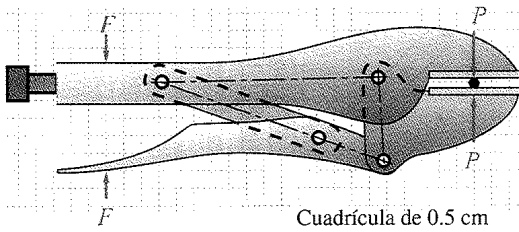

FIGURA P6-21 Problema 6-58
*6-58 La figura P6-21 (p. 228) muestra unas pinzas de presión. Calcule su ventaja mecánica en la posición mostrada. Dibuje a escala el diagrama con las dimensiones que se requieran.